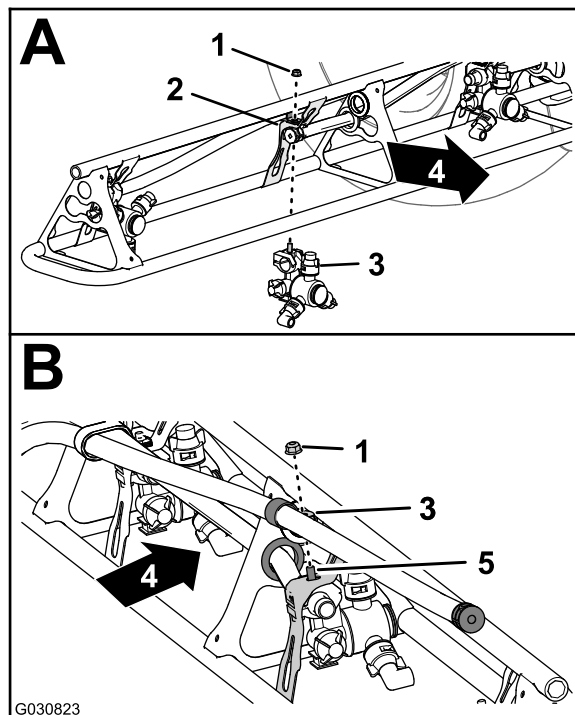

図 144
- ・ ノズル位置1番と4番で、ノズルマウントにノズルを組み付ける 図 144のAステップ2 左右のブームからスプレーノズルを外す (ページ 59)で外したフランジロックナット5/16"を使用する。
- ・ ノズル位置2番と3番で、ノズルマウントにノズルを組み付ける 図 144のAとBステップ2 左右ブームの散布ノズルを取り付ける (ページ 64)で外したフランジロックナット5/16"を使用する。